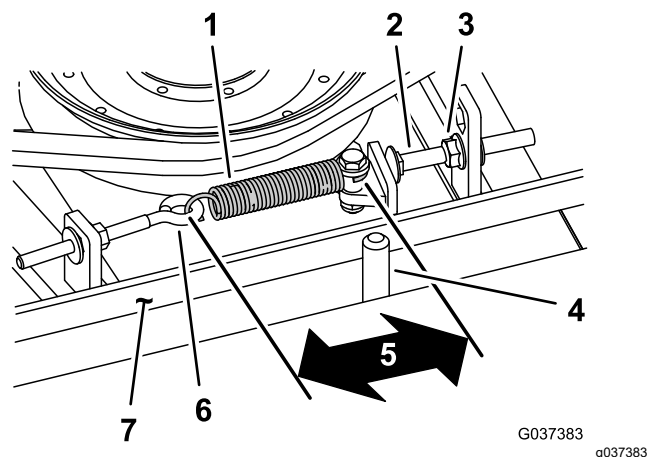

Bild 113
Bei richtiger Spannung sollte die Messung innen an der Verlängerungsfeder (Haken zu Haken) ungefähr $8,3 \text{ cm} \pm 9,5 \text{ cm}$ betragen. Wenn die Federspannung richtig ist, stellen Sie die Anschlagschraube (Schlossschraube) ein, bis der Abstand zwischen dem Schraubenkopf und dem Spannarm ungefähr 2-5 mm beträgt (Bild 113).
Hinweis: Achten Sie darauf, dass der Riemen auf der Federseite der Riemenführung positioniert ist (Bild 113).
2. Lösen Sie den Augenbolzen, um die Verlängerungsfeder abzunehmen (Bild 113).
3. Lösen Sie die Bundmutter, mit der die Anschlagschraube an der Befestigungsnase befestigt ist, und schieben Sie die Spannscheibe vom Riemen weg, um die Riemenspannung zu lösen (Bild 113).
9. Setzen Sie die Verlängerungsfeder (Bild 113) wieder in den Augenbolzen ein und spannen Sie den Riemen wie folgt: